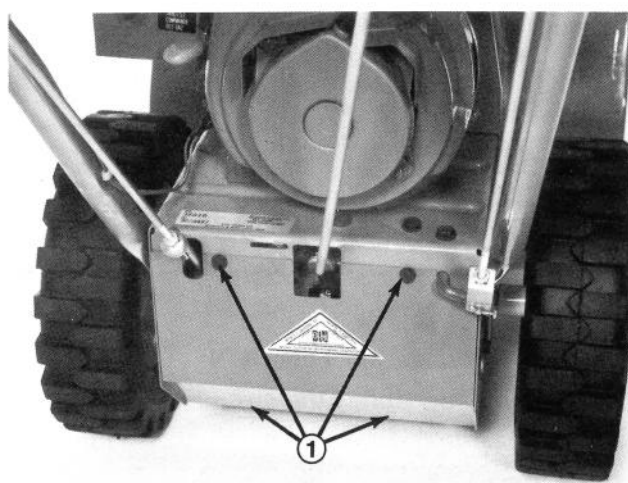

Figure 33
1. Enlevez les quatre vis à tête qui fixent la garde inférieure au châssis. Enlevez la garde (Fig. 33).